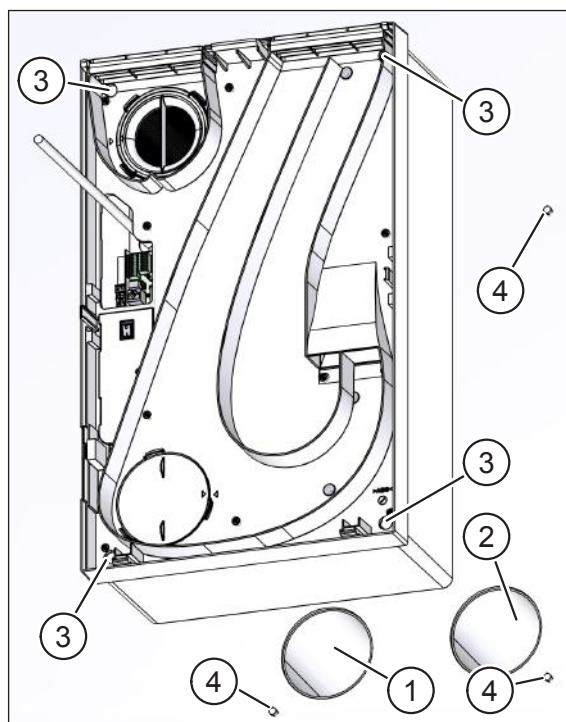

Рис. 35: закрепить вентиляционную установку – настенный монтаж
- ▶ Расположите вентиляционную установку таким образом, чтобы вентиляционные патрубки были совмещены с трубами приточного (поз. 1 на рис. 35) и вытяжного воздуха (поз. 2 на рис. 35).
- ▶ Закрепите вентиляционную установку четырьмя крестовыми винтами 5 x 120 мм (поз. 3 на рис. 35) на дюбелях (поз. 4 на рис. 35) в стене. Винты при этом **слегка** затяните крест-накрест.